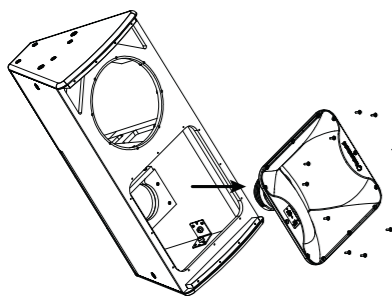

Fig. 4
5. Remove the horn fixing screws that secure the horn to the enclosure and lift out the horn and compression driver assembly (fig 4).
11. Replace the horn fixing screws and tighten to secure the horn back into the enclosure (fig 4).
5. Retirez les vis de fixation du klaxon qui fixent le klaxon au boîtier et soulevez l'ensemble klaxon et moteur à compression (fig 4). (Si nécessaire pour l'entretien ou le remplacement, déconnectez les câbles du pilote de compression, en notant la polarité pour une reconnexion ultérieure.)
11. Remettez les vis de fixation du klaxon en place et serrez-les pour le fixer dans le boîtier (fig 4).
5. Entfernen Sie die Befestigungsschrauben der Hupe, mit denen die Hupe am Gehäuse befestigt ist, und heben Sie die Baugruppe aus Hupe und Kompressionstreiber heraus (Abb. 4). (Trennen Sie die Kabel vom Komprimierungstreiber, falls dies für die Wartung oder den Austausch erforderlich ist, und notieren Sie sich die Polarität für eine spätere Wiederverbindung.)
11. Setzen Sie die Hornbefestigungsschrauben wieder ein und ziehen Sie sie fest, um das Horn wieder im Gehäuse zu befestigen (Abb. 4).
5. Remova os parafusos de fixação da buzina que prendem a buzina ao gabinete e levante a buzina e o conjunto da chave de compressão (fig. 4). (Se necessário para manutenção ou substituição, desconecte os cabos do driver de compressão, anotando a polaridade para reconexão posterior.)
11. Recoloque os parafusos de fixação da buzina e aperte para prender a buzina de volta ao gabinete (fig. 4).
5. Rimuovere le viti di fissaggio della tromba che fissano la tromba alla custodia e sollevare la tromba e il gruppo del driver di compressione (fig 4). (Se necessario per la manutenzione o la sostituzione, scollegare i cavi dal driver di compressione, prendendo nota della polarità per un successivo ricollegamento.)
11. Riposizionare le viti di fissaggio del clacson e serrare per fissare nuovamente il clacson nella custodia (fig 4).